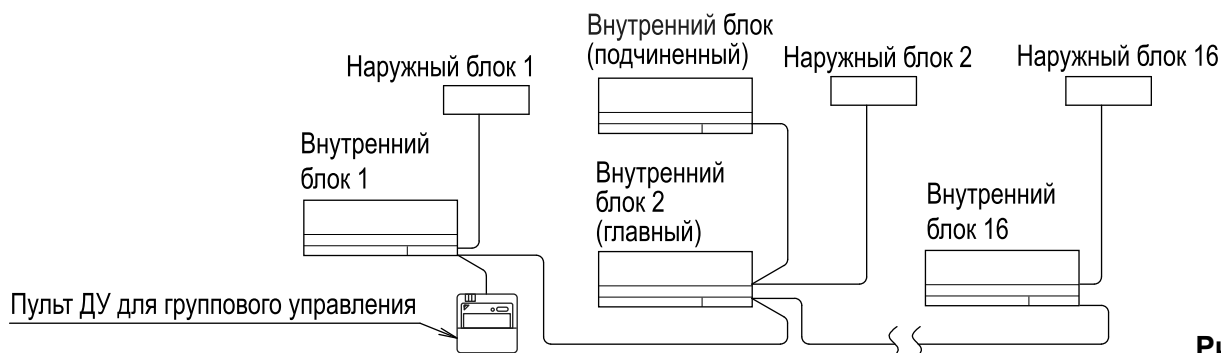

Рис. 27
- При использовании в качестве сдвоенного блока или ведущего блока при одновременной работе нескольких блоков можно производить одновременное (групповое) управление пуском/остановом до 16 блоками включительно с помощью пульта дистанционного управления. (См. Рис. 27)